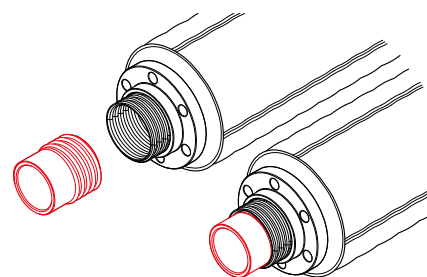

Рис. 4.5.2
2. Вкрутить втулку внутрь напорной трубы резьбой вперед (рис. 4.5.2).